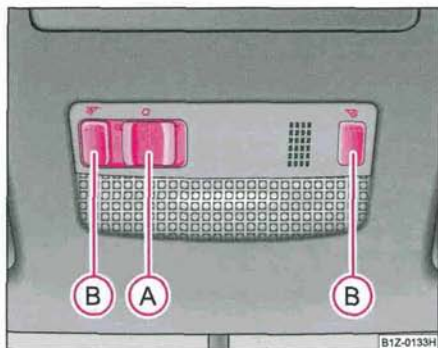

Fig. 48 Partie du revêtement de pavillon : Éclairage intérieur AV
- Le symbole  ⇒ fig. 48 apparaît en poussant le contacteur **A** vers la gauche.